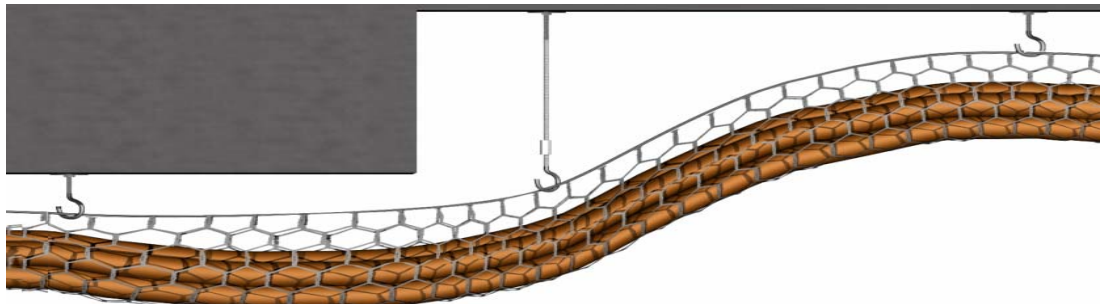

Рисунок 3. Пример крепления Спецкаблайн-К через стальные шпильки.
1.5.2. Когда необходимо выполнить спуск, например для обхода препятствия, ОКЛ подвешивается либо на удлиненные винт-крючки, либо через стальные шпильки и соединительные гайки на винт-крючки (рис.3).